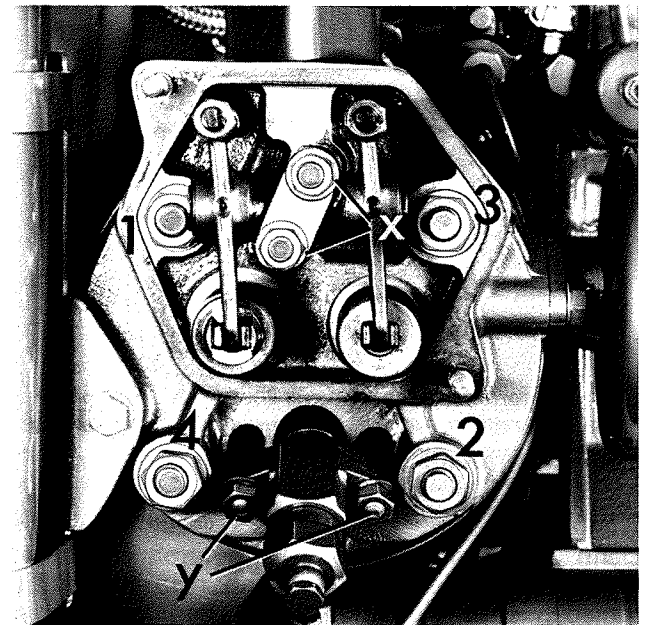

Bild 25
- Kipphebelbock (x, Bild 25)
- Einspritzdüse (y, Bild 25)
Die Zylinderkopfmuttern und die Mutter des Kipphebelbocks werden zugänglich nach dem Abnehmen des Ventildeckels. Zylinderkopfmuttern bei kaltem Motor kreuzweise anziehen (siehe Bild 25).